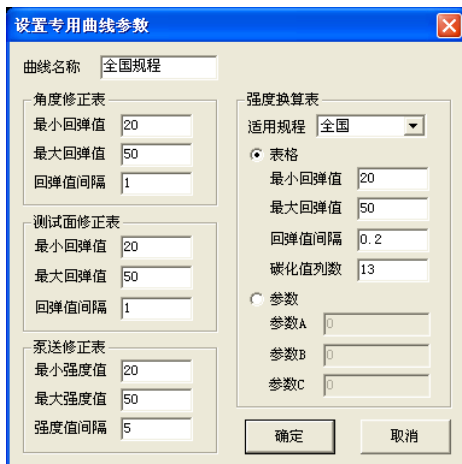

图 3.11 设置曲线参数
1、选择 **文件→新建** 菜单，则弹出如图 3.11 所示的曲线参数设置对话框，设置好 **强度换算表**、**角度修正表**、**测试面修正表** 及 **泵送修正表** 的各参数后，按 **确定** 按钮，则软件会自动根据所输参数生成各种修正表的空表格，点击 **查看** 菜单的 **强度换算表**、**测试面修正表**、**角度修正表**、**泵送修正表**（或相应的工具栏按钮）即可编辑相应的表格。对于没有泵送修正的规程，在表格中输入 0 即可。输入完成后选择 **文件→保存** 菜单将其保存至曲线数据文件即可。必须将所生成的曲线数据文件拷贝至安装文件夹中的 Tools 子文件夹下才可使用。